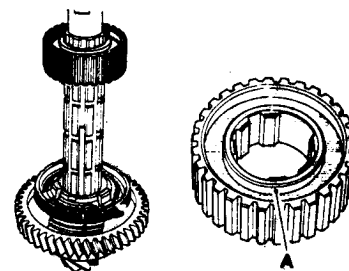

FIG. 121. Montaje del núcleo sincronizador de 1ª y 2ª.
Sacar el núcleo del aceite y montarlo (fig. 121) de manera que la cara que tiene la saliente interna de menor tamaño (A) quede hacia el engranaje libre de 1ª, y una de las partes sin estrías se enfrente con la falsa chaveta.